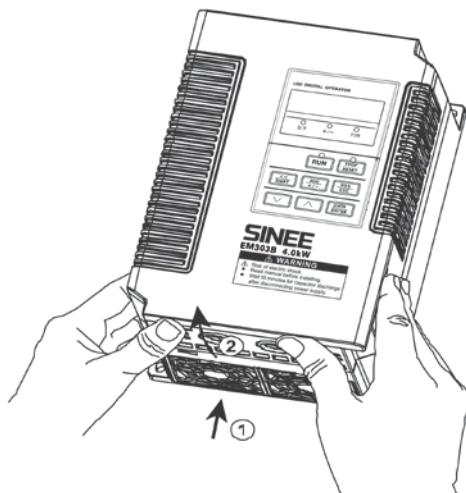

图 2-3 面板开启图示
1. 面板的开启：7.5kW 以下机型开启时请双手由机壳下方沿垂直方向向上推按，再向外侧掀起。如图 2-3 所示